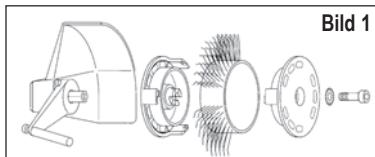
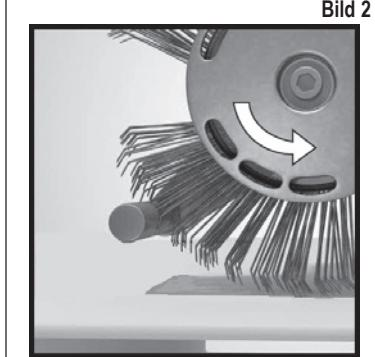

Bild 1
Bild 2
3. Avbryt trycklufts försörjningen och fäst sedan **MBX®** Bristle Blaster® blästerverktyget 23 mm resp. 11 mm på föreskrivet sätt i verktygsfästet (beakta avsedd löpriktning) med den härför avsedda solfjäderbrickan och skruven på elverktyget. Se bild 1 och bild 2.
- Roterar **MBX®** blästerverktyget åt fel håll? – Vänd på blästerverktyget så att det roterar åt föreskrivet håll (se kapitel 7, Ta verktyget i drift, bild 2).